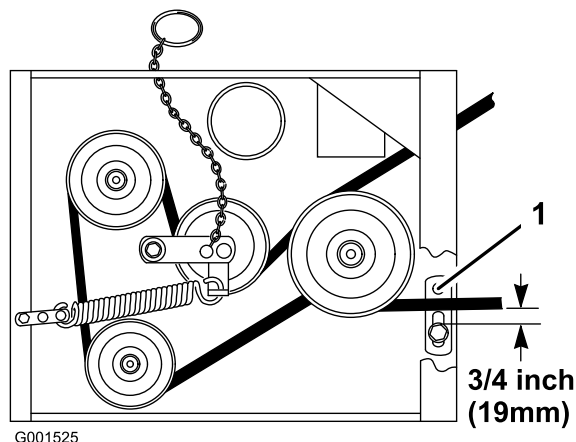

Figure 41
Remarque: Le guide de courroie et la courroie du plateau de coupe doivent être espacés de 19 mm (3/4") quand la courroie est engagée (Figure 41). Réglez la courroie du plateau de coupe au besoin. La courroie désengagée ne doit pas traîner ni tomber de la poulie quand les guides et la tension de la courroie sont réglés correctement.
- Vérifiez que le guide de courroie sous le bâti du moteur est réglé correctement (Figure 41).